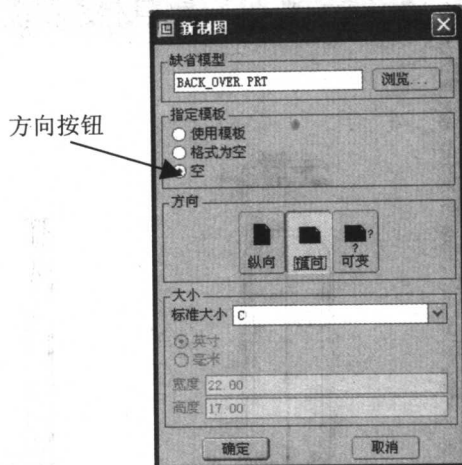

图 1.4 指定模板为空时选项
④ 如果用户在【指定模板】组合框中选择【空】单选按钮，则在【指定模板】组合框下将出现【方向】和【大小】两个组合框，如图 1.4 所示。